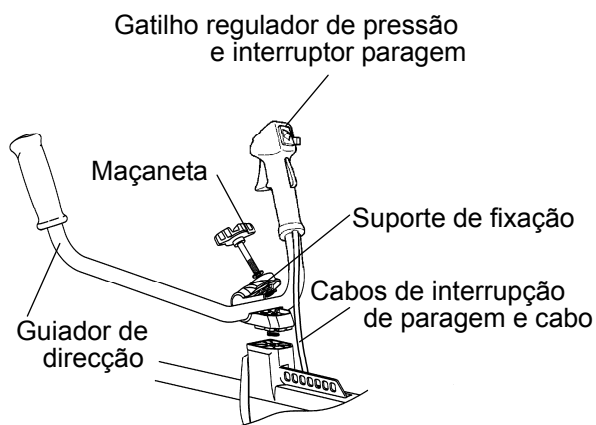

Fig.1
2. Inserir o guiador de direcção no suporte de fixação, como mostrado na Fig. 1